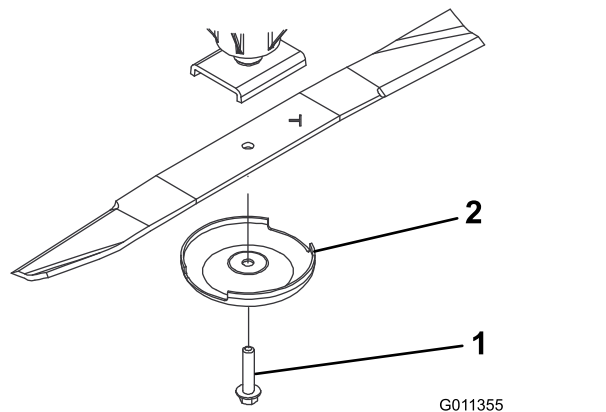

Figura 96
2. Afferrate l'estremità della lama con un cencio o un guanto bene imbottito. Togliete il bullone, la coppa antistrappo e la lama dall'asse del mandrino (Figura 96).
3. Montate la lama con la costa rivolta verso il piatto di taglio, servendovi della coppa antistrappo e del bullone della lama (Figura 96). Serrate il bullone della lama a un valore compreso tra 115 e 149 N·m.
Se continuate ad usare la lama usurata, si forma una scanalatura tra la costa e la sezione piatta della lama (Figura 96). Alla fine, un pezzo di lama può staccarsi e venire lanciato dal sottoscocca, con il rischio di ferire gravemente voi o gli astanti.